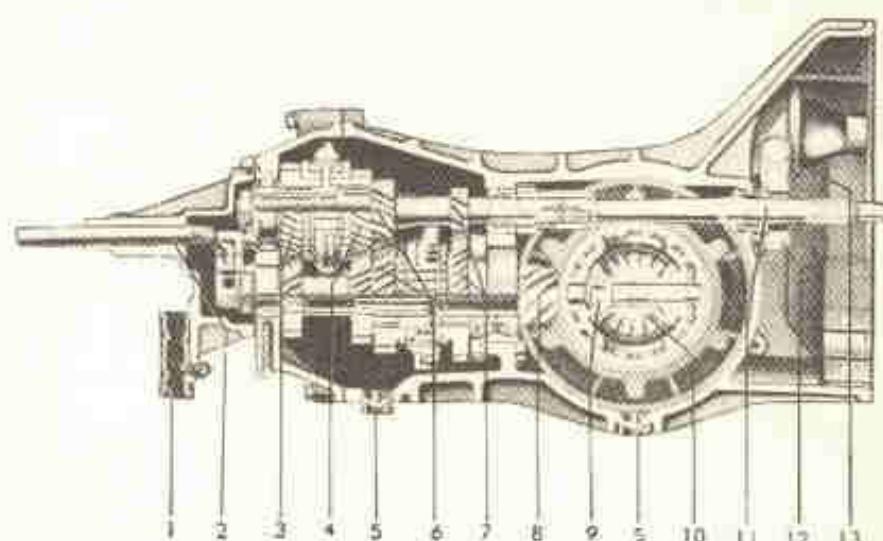
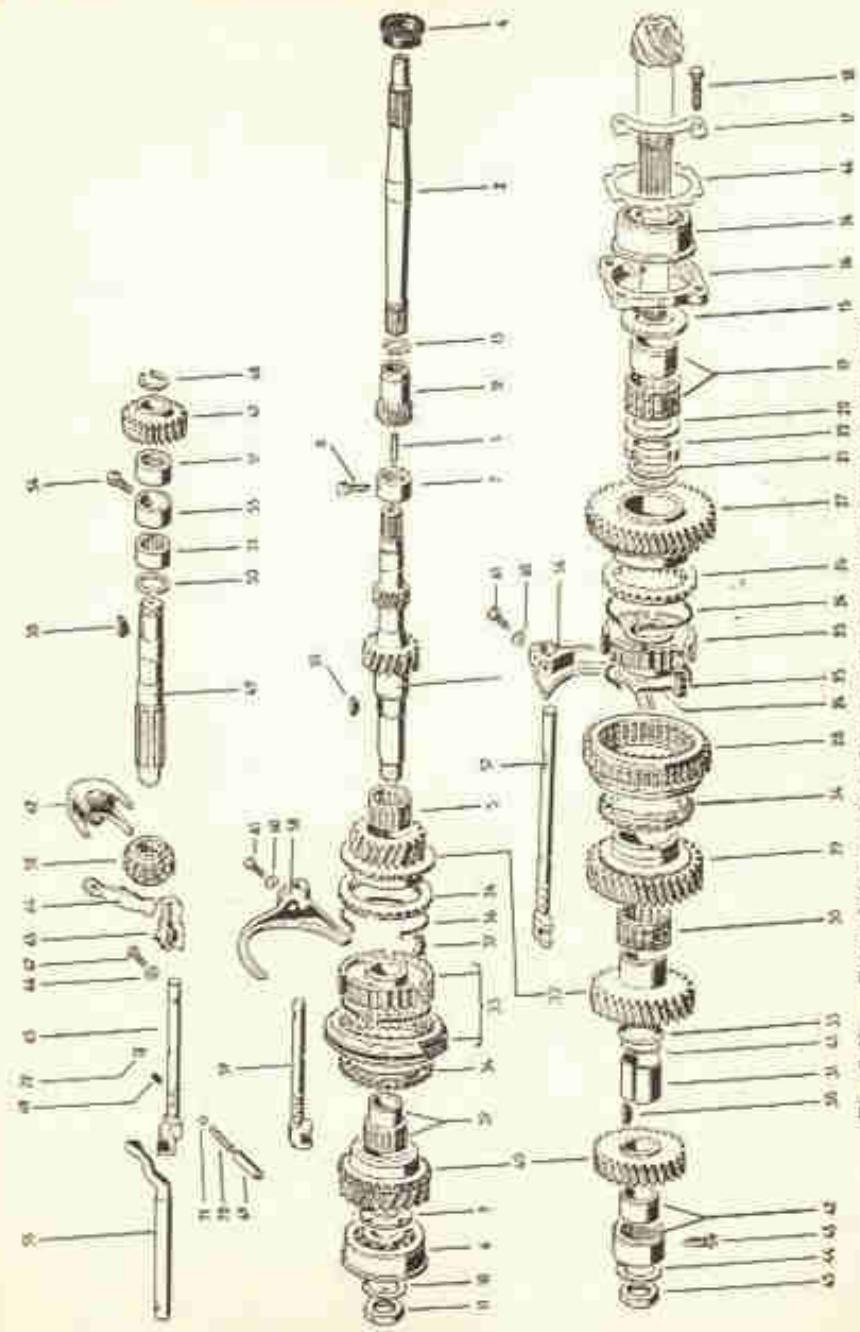

Fig. 1-K — Corte da caixa de mudanças e diferencial
FIG. 5-K — Peças internas da caixa de mudanças totalmente sincronizada
Internamente, as engrenagens e sincronizadores se distribuem em duas árvores, a primária e a secundária, além do eixo da engrenagem de marcha-a-ré. A árvore primária se divide em duas partes, a dianteira (1, fig. 5-K) e a traseira (2). As figs. 1, 2 e 5-K ilustram a caixa de mudanças sob vários aspectos, mostrando, inclusive a nomenclatura das peças.
- Solta-se o anel de retenção (13, fig. 5-K) da manga de acoplamento da árvore primária com a engrenagem de marcha-a-ré (12), retira-se essa peça e também a árvore primária (2).
- Retiram-se os parafusos do flange retentor do rolamento do pinhão (18 e 16, fig. 5-K).
- Retiram-se o anel de retenção da engrenagem de marcha-a-ré (47, 48, fig. 5-K), a engrenagem e a chaveta.
- Retira-se a árvore intermediária de marcha-a-ré (49) e a arruela de encosto (50).
- Retira-se o parafuso (54) que prende a bucha intermediária dos rolamentos de agulhas do eixo de marcha-a-ré.
- Retiram-se os calços de regulagem do pinhão. (46, fig. 5-K).
- Retira-se a haste deslizante de 3a e 4a (59, fig. 5-K).
- Remove-se o anel interno do rolamento de agulhas (42, fig. 5-K) e a engrenagem da 4a velocidade. Retira-se a chaveta (38), a bucha (31) a junta de regulagem (41) e a arruela (33).
- Retira-se a engrenagem de 3a (32) e a da 2a (29) e todo o corpo do sincronizador da 1a e 2a.
- Retira-se a engrenagem de 1a (27), o flange retentor do rolamento cônico (16) e as arruelas de regulagem da folga axial da 1a velocidade (21).
- Retira-se a porca redonda (22) usando-se o dispositivo VW 293.
- Retira-se a arruela de encosto (20) e o rolamento (19).
Fig. 7-K — A folga "a" indicada na figura ao lado, entre a arruela de encosto e a engrenagem de 1.a velocidade na árvore secundária, deve ser de 0,10 a 0,25 mm. A correção se faz por meio de arruelas de ajuste (21, fig. 5-K).
Para se apertar a porca redonda (22, fig. 5-K) firma-se a árvore no dispositivo VW 293. A torção de aperto é de 12 kgm.
A folga axial da engrenagem de 1a velocidade (fig. 7-K) deve ser de 0,10 a 0,25 mm e se mede com a lâmina depois de colocado o conjunto do sincronizador de 1a e 2a. Para se corrigir essa folga existem arruelas de ajuste com espessuras de 0,10 — 0,15 — 0,20 — 0,25 — 0,30 e 0,40 mm. Essas arruelas são designadas pelo n.º 21 na fig. 5-K.